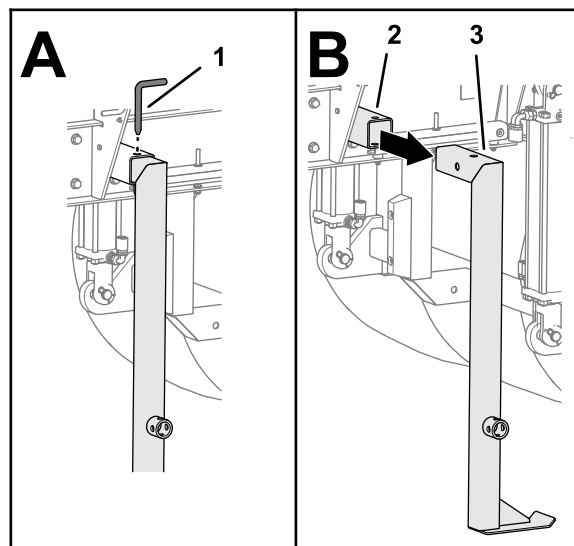

Figura 25
- Retire o pino do apoio do apoio traseiro e retire o apoio do tubo do apoio (Figura 25).